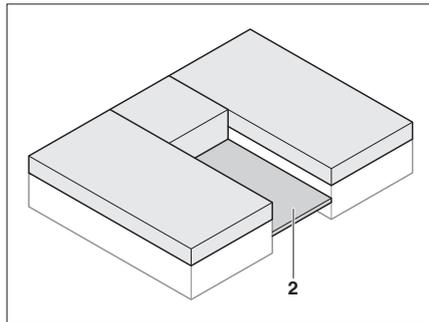

Fig. 75 Déployer le sommier à lattes
- Déployer le sommier à lattes (Fig. 75,2) entre les lits simples.